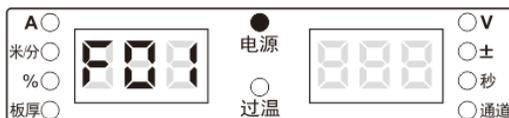

图 3-21 恢复出厂设置界面
- 进入内部菜单,左边数码管显示 F01,如图 3-21 所示。